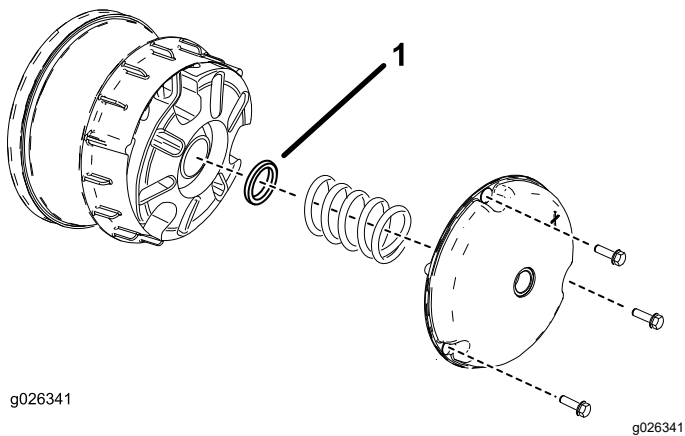

Figure 51
- Retirez les boulons qui fixent le couvercle de l'embrayage primaire, comme montré à la Figure 51.